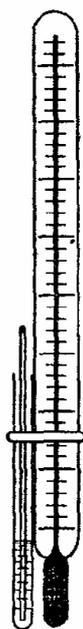

Рис.8. Прибор для определения т.пл. по Сиволобову
*Выполнение опыта.* С помощью оттянутой трубки внести в широкий капилляр несколько капель исследуемой жидкости, погрузить в него открытым концом вниз узкий капилляр и, закрепив на термометре (рис.8), внести в прибор для определения температуры плавления. Техника определения та же, что и в опыте 2.2.2. Температура кипения соответствует началу непрерывного выделения пузырьков газа из внутреннего капилляра.